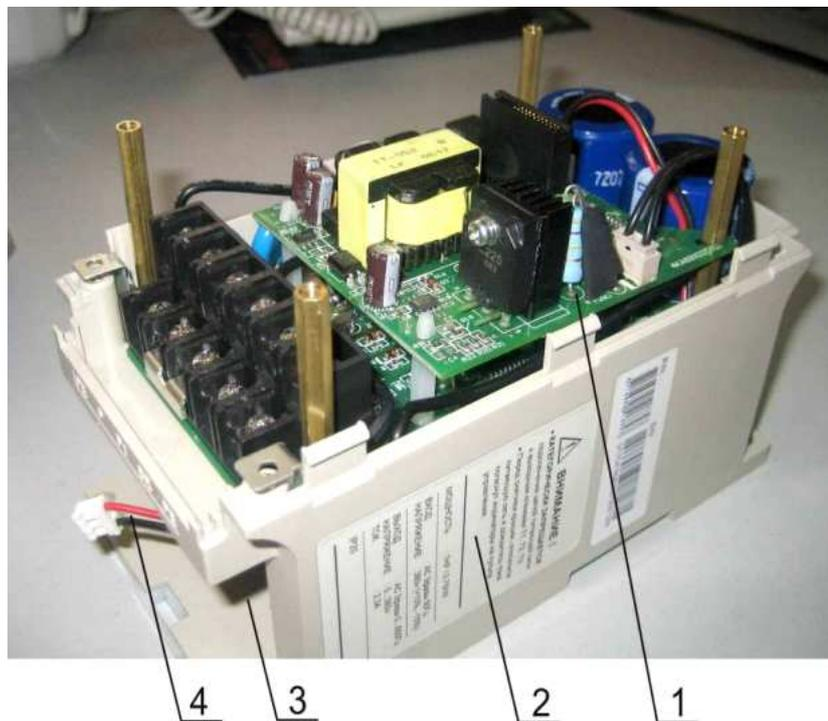

Рис. 7.18
- 7.5.1. Установить модуль ПЧ в основание корпуса 2 (рис. 7.18).
- 7.5.2. Вывести кабель 4 в окно 3 в основании корпуса 2 (рис. 7.18).